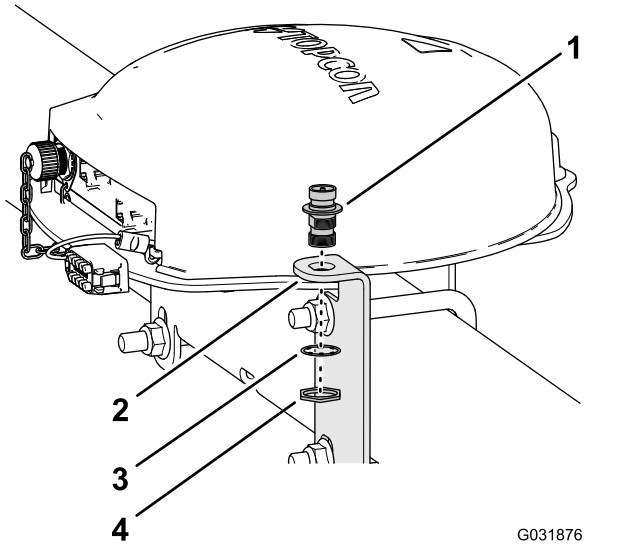

Figura 127
1. Alinhe o acoplador coaxial através da abertura no suporte da antena RTK com os roscados do anteparo do acoplador para baixo (Figura 127).
2. Monte o acoplador coaxial no suporte da antena com a porca de retenção e a anilha de bloqueio e aperte a porca de retenção à mão (Figura 127).